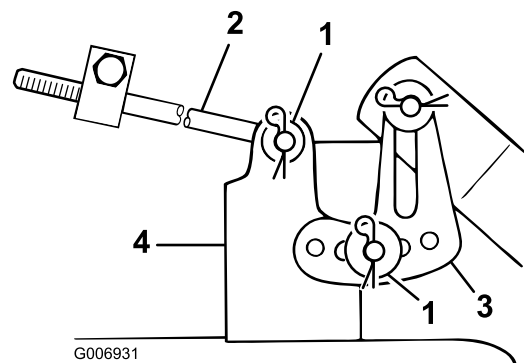

Bild 48
7. Entfernen Sie den Splint und die Scheibe von der Nivellierhalterung (Bild 48).
8. Setzen Sie die Nivellierhalterung in ein anderes Loch ein und montieren Sie die Scheibe und den Splint (Bild 48).